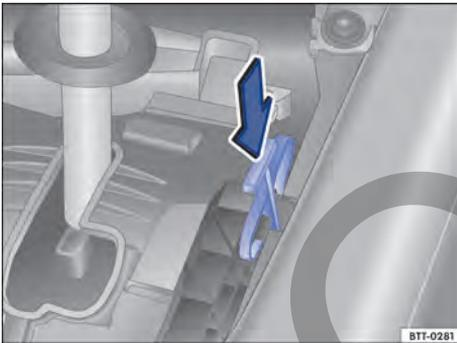

Fig. 96 Desbloqueo de emergencia de la palanca selectora.
1. Presione la palanca de desbloqueo con cuidado en el sentido de la flecha → fig. 96 con la hoja plana del destornillador de las herramientas de a bordo y mantenga la palanca en esta posición.